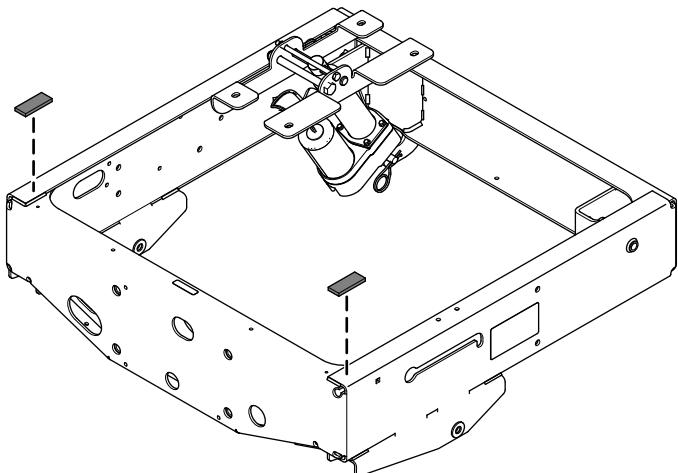

Figura 15
2. Retire el papel protector de las almohadillas de espuma y péquelas como se muestra en la Figura 15.